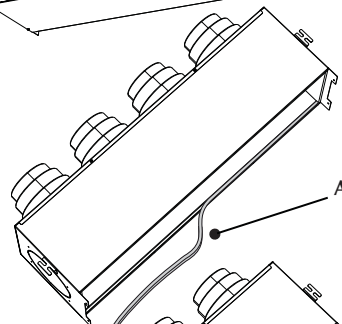

Abb. 2
- Die Klebeseite der kürzeren Isolierdichtung (A) an der inneren Aufkantung der Abdeckplatte (Abb. 2) anbringen.
- Die Klebeseite der beiden längeren Isolierdichtungen (B) an der äußeren Aufkantung (Abb. 2) befestigen.